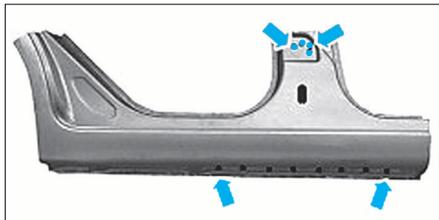

FIG. 45
- Percer le bas de caisse neuf avec un foret Ø 10mm au endroit indiqué (Fig.45) afin de l'assembler par bouchonnage.